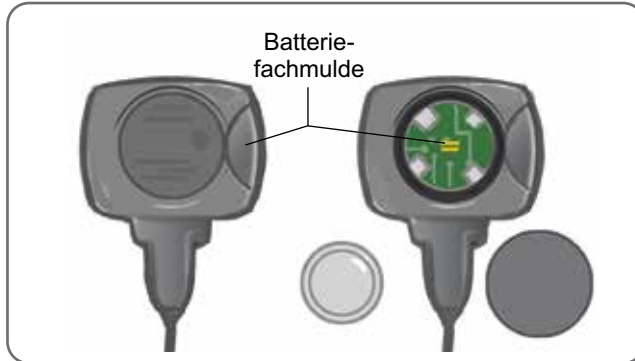

Abbildung 8-1: Austauschen der Fußsensor-Batterie
1. Schieben Sie den Batteriefachdeckel mithilfe der Mulde auf der Rückseite des Fußsensors heraus. Siehe Abbildung 8-1.